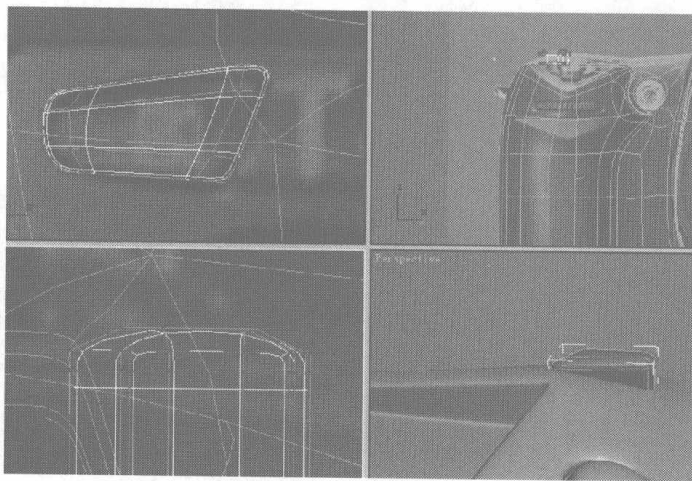

图 6.107
- 03** 打开细分命令，继续在各个视图中适当调整 Box 上的节点，调整其圆弧度，效果如图 6.107 所示。